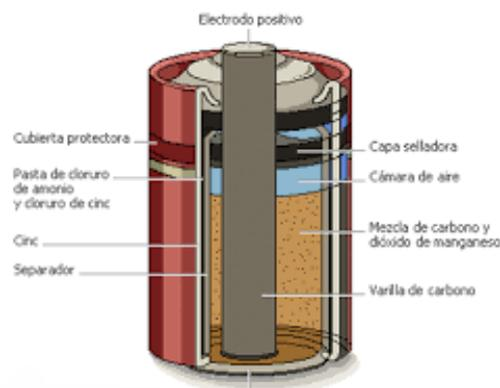

Figura 14: Partes de una pila salina³⁶
- Para realizar el despiece de la pila salina, cada pareja se ha tenido que encargar de traer una de sus casas. En sus pupitres irán siguiendo las pautas del profesor e irán extrayendo las diferentes partes de la pila (ver Figura 14)³⁶.